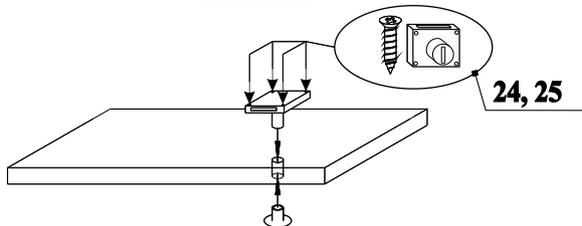

Рис. 3
17. Вставить замок 24 в деталь 5, привернуть его шурупами 25 (рис.3);